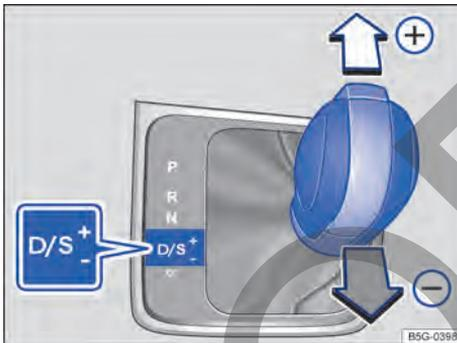

Fig. 90 Palanca selectora en la posición Tiptronic.
- Mover la palanca selectora hacia adelante (+) o para atrás (-), para aumentar o disminuir la marcha → fig. 90.